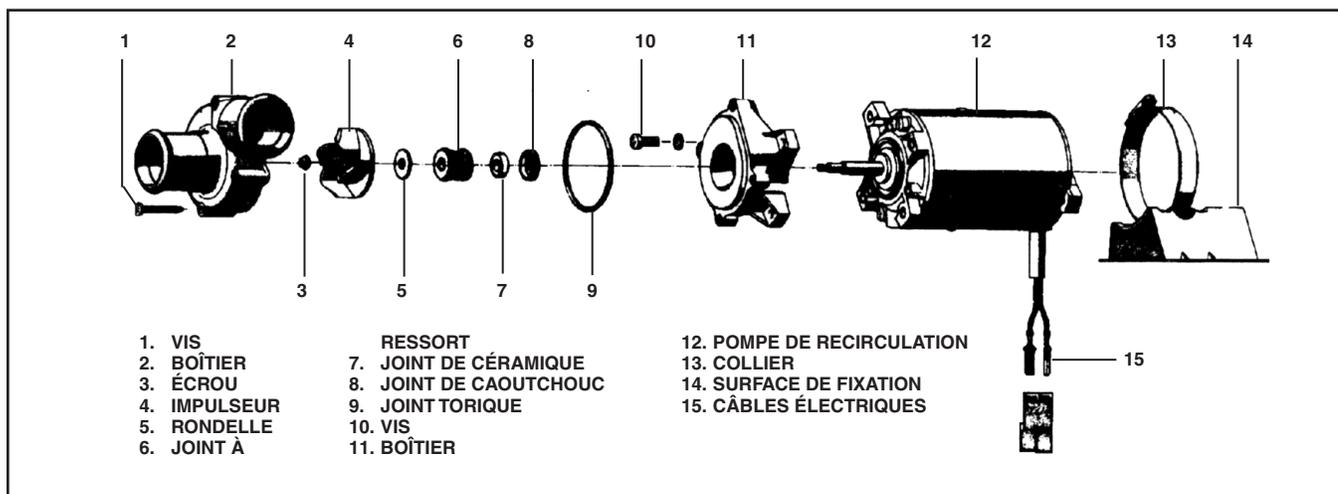

Figure A4 - Pompe de recirculation Webasto U4814 (typique)
1. Remonter toutes les pièces dans l'ordre, tel que montré dans la Figure A4.